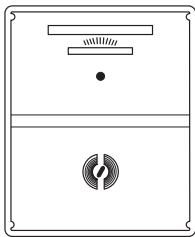

FIGURA 2
- Retire la cubierta del frente del termostato nuevo metiendo un dedo por el lado del termostato y empujando con suavidad en cada esquina. Coloque la base, Figura 2, en el plato de la pared sobre la apertura de la pared. Marque la pared con lápiz donde irán los agujeros de montar como lo indica la Figura 2. Ahora ponga el plato de la pared y la base a un lado.
- Fije los alambres a los tornillos de la terminal como se muestra en la Figura 2. (Cualquier alambre a cualquier terminal). Empuje el cableado sobrante hacia adentro de la apertura en la pared.